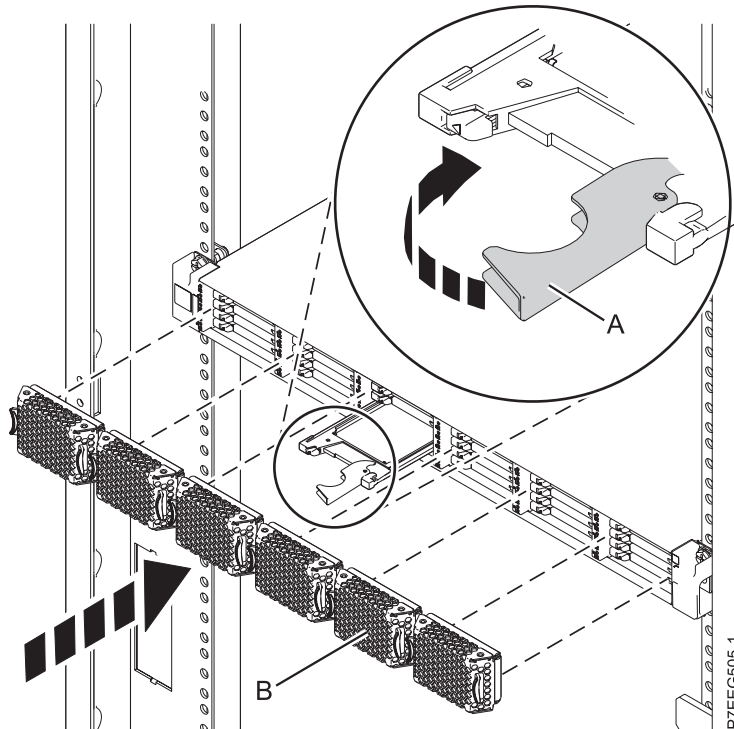

Figure 9. Installation d'une unité SSD dans l'armoire de stockage PCIe ED/R1
1. Avec la poignée en position déverrouillée, alignez l'unité SSD avec les rails de guidage dans le boîtier. Pour plus d'informations, voir figure 9, à la page 19.